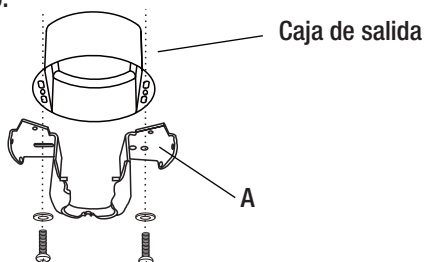

Figura 7
- Asegure el soporte de montaje (A) a la caja eléctrica del techo como se muestra en la Figura 7 utilizando los dos tornillos y las arandelas que se suministraron con la caja. Asegúrese de que el soporte de montaje esté al ras del techo. Es posible que deba insertar arandelas adicionales (no provistas) entre la caja eléctrica y el soporte de montaje para que quede al ras del techo.